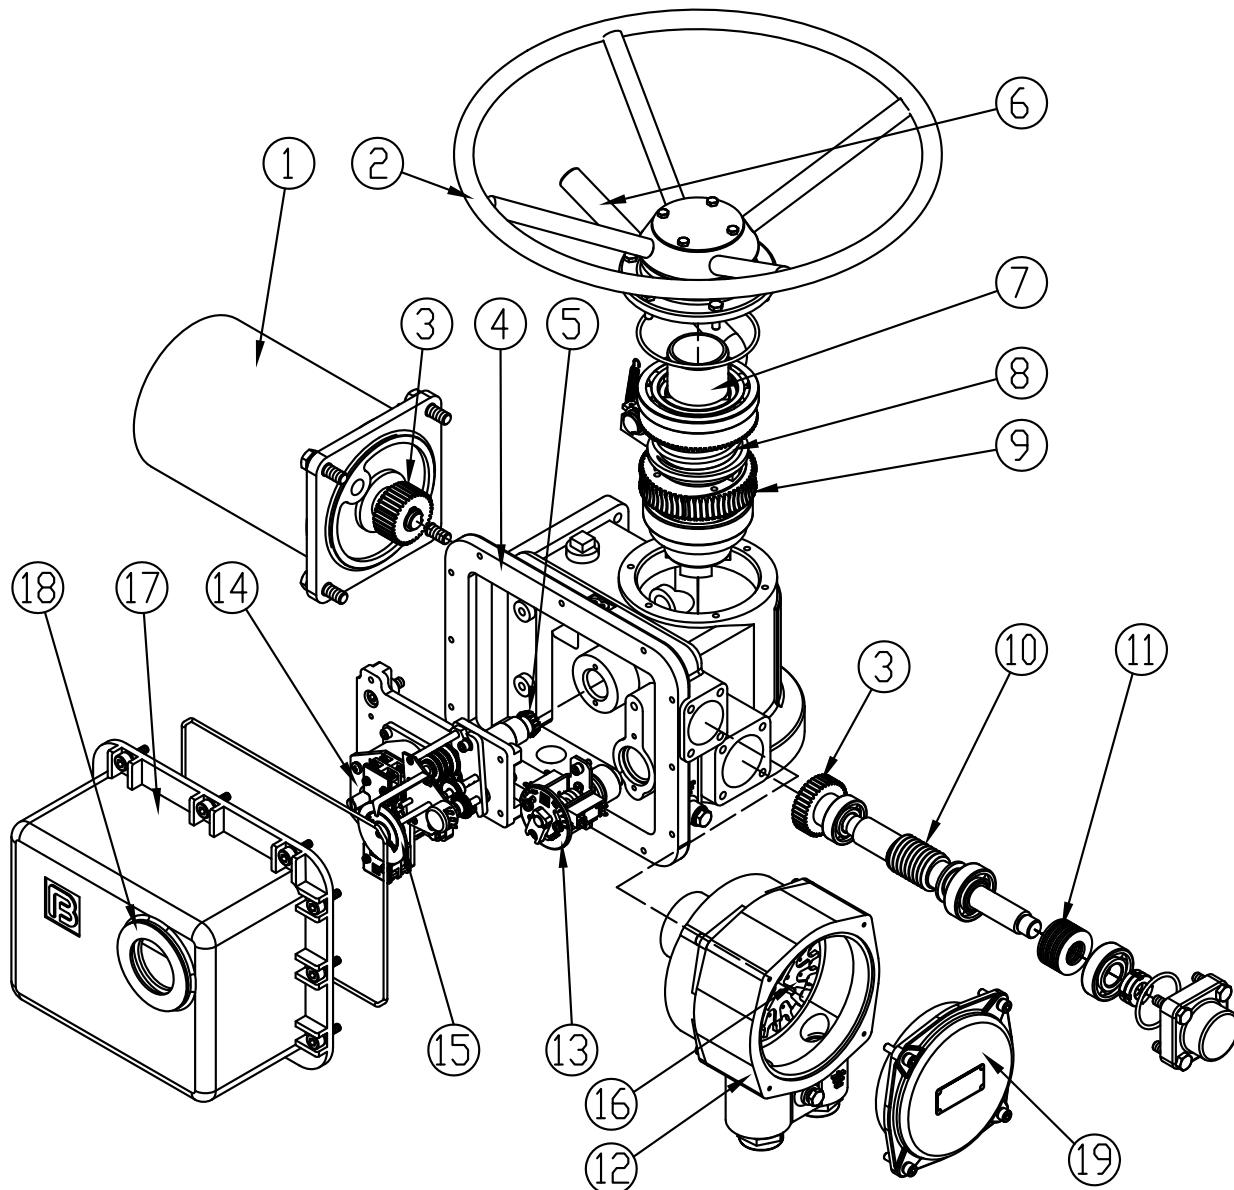

Рис.1 Электроприводы типа ГЗ-ВА, ГЗ-ВБ
## 2.1 Электроприводы типа ГЗ-ВА, ГЗ-ВБ (рис. 1)
**Двухсторонняя муфта ограничения крутящего момента (13) (рис. 1)** состоит из червячного вала (10), сбалансированного по осевым перемещениям тарельчатыми пружинами (11) и ограничителя крутящего момента с пластиной С (рис 3).
Вращение от электродвигателя (1) (рис. 1) через прямозубую цилиндрическую шестерню (3) передаётся на червячный редуктор (9, 10), который обеспечивает вращательное движение выходного вала (7) и через кулачковую муфту преобразуется в поступательное движение штока затвора арматуры.
Ограничитель хода выходного вала (14) (рис. 1) через переходной вал (5) механически связан с выходным валом (7) электропривода. После надлежащей настройки ограничитель хода выходного вала соответствует определенным положениям затвора. При достижении затвором арматуры этих положений срабатывают соответствующие микровыключатели, отключая электропитание электродвигателя.
Индикатор положения затвора арматуры (15) (рис. 1) механически связан с ограничителем хода выходного вала. После надлежащей настройки указания индикатора соответствуют определенным положениям затвора арматуры независимо от режима работы электропривода – ручного или электрического.